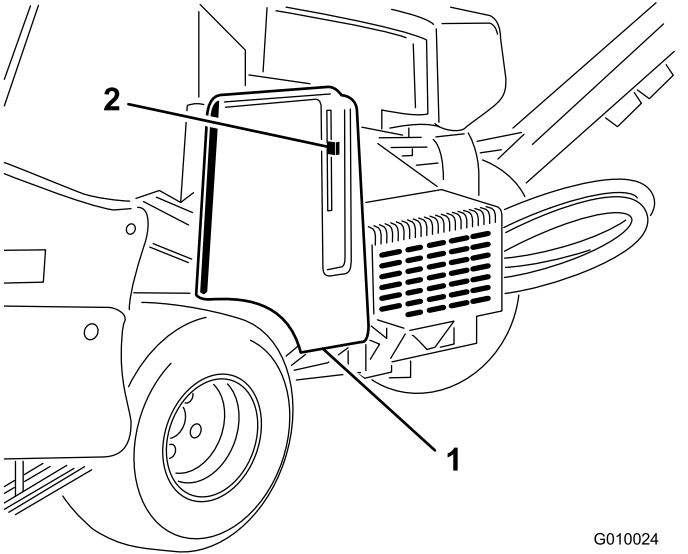

Figure 60
2. Déverrouillez et déposez le couvercle de courroie (Figure 60).